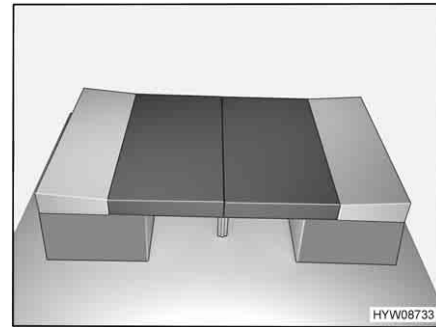

Fig. 94 Après la transformation
- Placer les coussins de dossier entre les coussins d'assise et la paroi (voir Fig. 94).